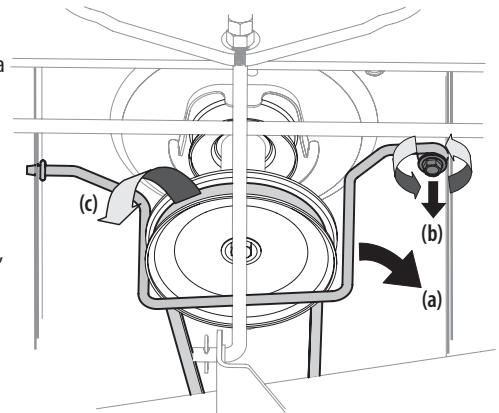

Figura 30
4. Retire la correa (c) de alrededor de la polea del motor del tractor y de las poleas locas. Consulte la Figura 30.